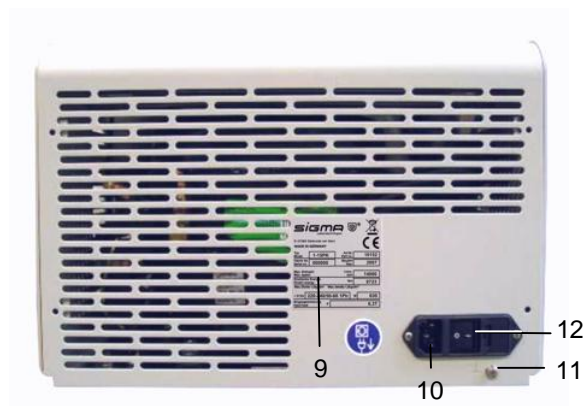

Abb. 5.3:
- Betätigen Sie den Netzschalter (siehe Abb. 5.3, Seite 23).